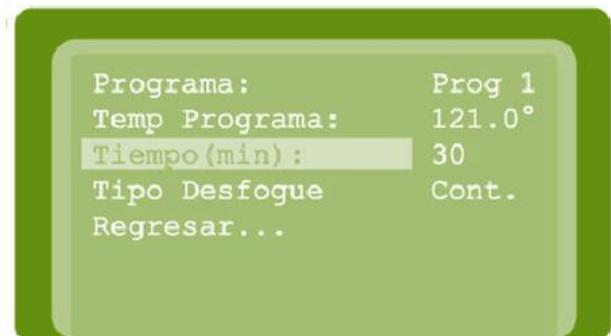

Figura 6
8. Para programar el tiempo pulse la tecla **DECREMENTAR** y baje al renglón de “Tiempo (min)” (Figura 6) pulse la tecla **ENTER**, el parámetro “30” se pondrá en intermitente, con las teclas **INCREMENTAR** o **DECREMENTAR** puede aumentar o reducir el tiempo, para fijar el valor pulse la tecla **ENTER**.